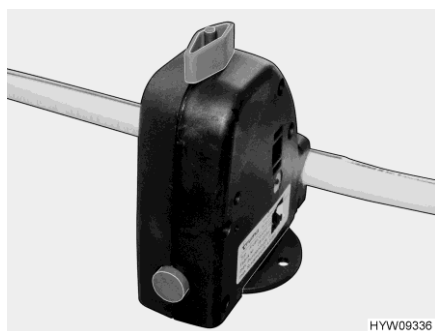

Bild 131 Säkerhets-/avtappningsventil
- Öppna säkerhets-/avtappningsventilen (Bild 131). Vrid på vredet (Bild 131) mot säkerhets-/avtappningsventilen.